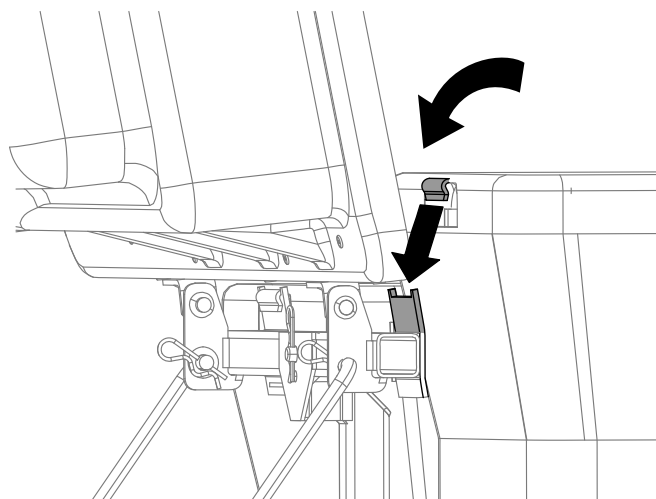

Figure 21
4. Soulevez le couvercle et installez les bacs, assemblés à la section 9 Assemblage des bacs à herbe (page 16), en glissant les crochets de l'armature sur les pattes de retenue (Figure 21).